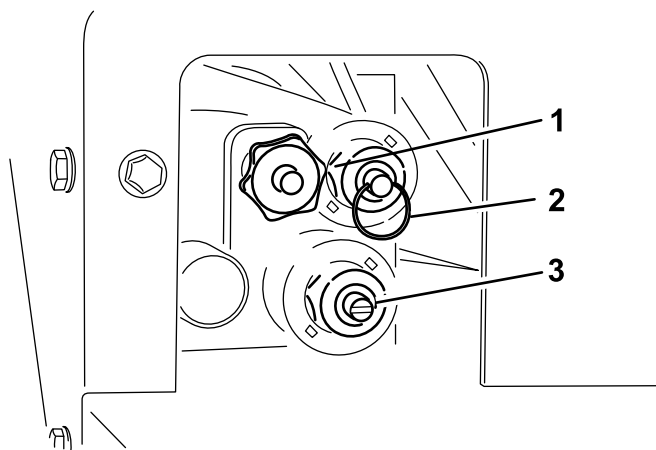

Figura 26
L'accesso di bypass si trova sul lato guidatore del circuito idraulico (Figura 26).
- Per regolare la velocità del piano (Figura 26), girate la manopola in senso orario. Nel Sistema di funzionamento con codici colore viene usata la velocità del piano massima così che questa regolazione possa essere eseguita in assenza di flusso idraulico. Questo è particolarmente importante quando la tramoggia è piena di sabbia.
- Per sollevare la tramoggia (Figura 26), inserite l'anello sullo stelo della valvola.
- Per abbassare la tramoggia (Figura 26), estraete l'anello sullo stelo della valvola.
- Per regolare la velocità dello spargitore (Figura 26), con un cacciavite a testa piatta girate il dispositivo in senso orario per aumentarla e in senso antiorario per diminuirla.